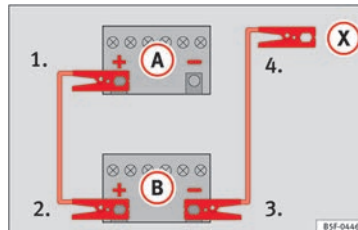

Fig. 68 Esquema de conexión para vehículos sin sistema Start-Stop.
2. Emborne un extremo del cable rojo de emergencia al polo positivo (+) del vehículo con la batería descargada (A)» » fig. 68.
3. Emborne el otro extremo del cable rojo de emergencia al polo positivo (+) del vehículo que suministra la corriente (B).
- 4a. En los vehículos sin sistema Start-Stop: emborne un extremo del cable negro de emergencia al polo negativo (-) del vehículo que suministra la corriente (B)» » fig. 68.
- 4b. En los vehículos con sistema Start-Stop: emborne un extremo del cable negro de emergencia (X) a un terminal de masa adecuado, a una pieza de metal maciza» »